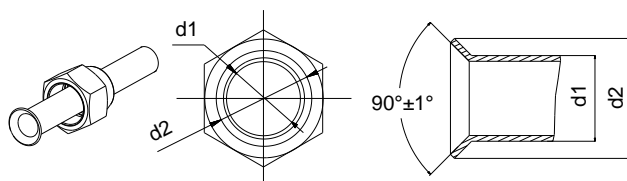

Рис. 4.10
- (1) Обрежьте трубу необходимой длины труборезом и удалите заусенцы римером.
- (2) Во время работы направьте трубку отрезом вниз, чтобы предотвратить попадание мусора и обрезанных римером обрезков в трубку.
- (3) Снимите конусные гайки со штуцеров подключения наружного блока и со штуцеров внутреннего блока, или возьмите их из комплекта принадлежностей. Затем оденьте гайки на соединительные трубы и выполните вальцовку концов соединительных трубопроводов с помощью развальцовки.
- (4) Убедитесь, что конус в результате вальцовки получился ровный, с гладкой поверхностью, без трещин (рис. 4.10).